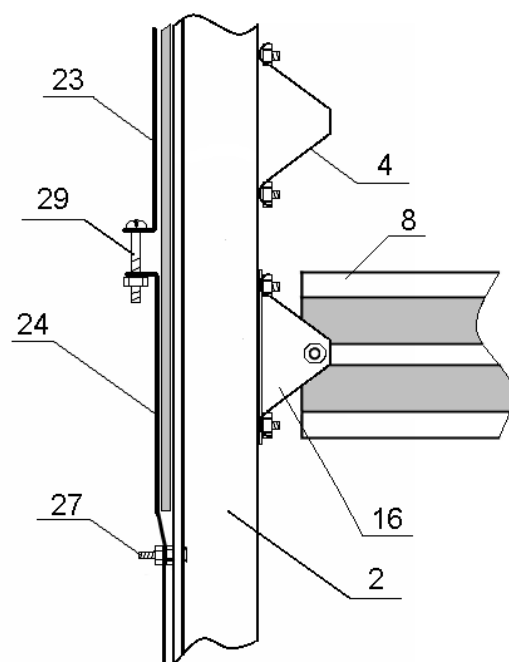

Рис.17 Соединение стяжных лент
6.5. Проверьте правильность установки каркаса теплицы и расположения покрытия по вертикали и горизонтали, после этого затяните стяжной винт м4х35 (см. Рис. 17 позиция 29).